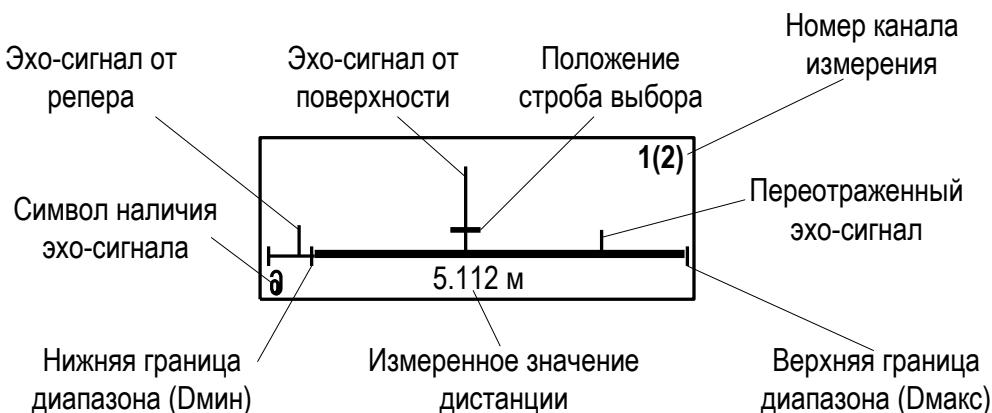

Рис.2. Вид окна Развертка.
1.1.8. В уровне мере предусмотрена возможность индикации в графической форме регистрируемых сигналов, попадающих в заданный диапазон измерений. Сигналы отображаются в окне **РАЗВЕРТКА** (**Настройка / Параметры объекта / Развертка**) в порядке прихода по времени (рис.2).